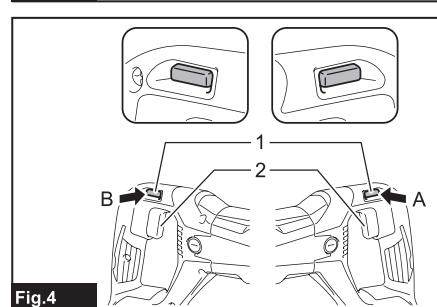

Fig.4
► Fig.4: 1. Pulsante di sblocco 2. Interruttore a grilletto